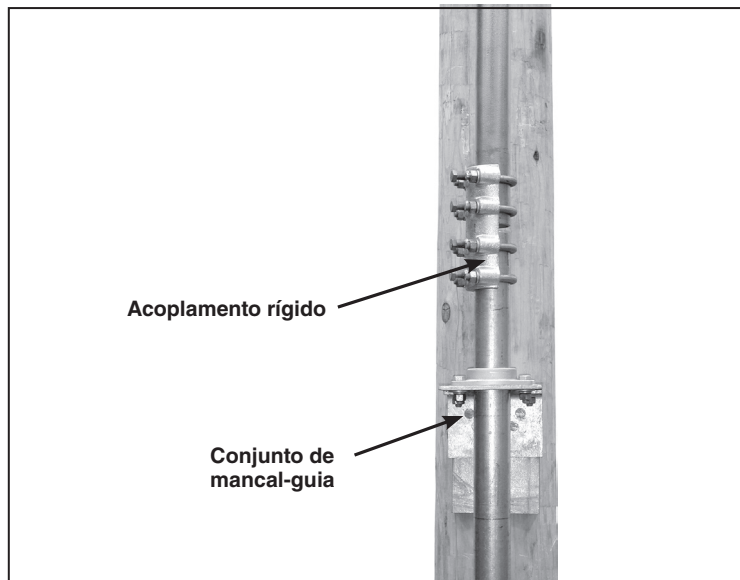

Figura 25. Instalação do conjunto de mancal-guia em cada seção de tubo adicional.
PASSO 24. Instale a conjunto de mancal-guia em cada seção adicional de tubo de operação vertical, posicionado conforme as dimensões mostradas no diagrama de montagem. Ver Figura 25. Os mancais axiais anti-fricção são necessários somente no mancal-guia superior. Use acoplamentos rígidos para ligar estas seções de tubo adicionais. Antes de instalar o acoplamento, desparafuse os parafusos de ajuste perfurantes do corpo do acoplamento de forma que eles não se projetem para dentro do acoplamento.